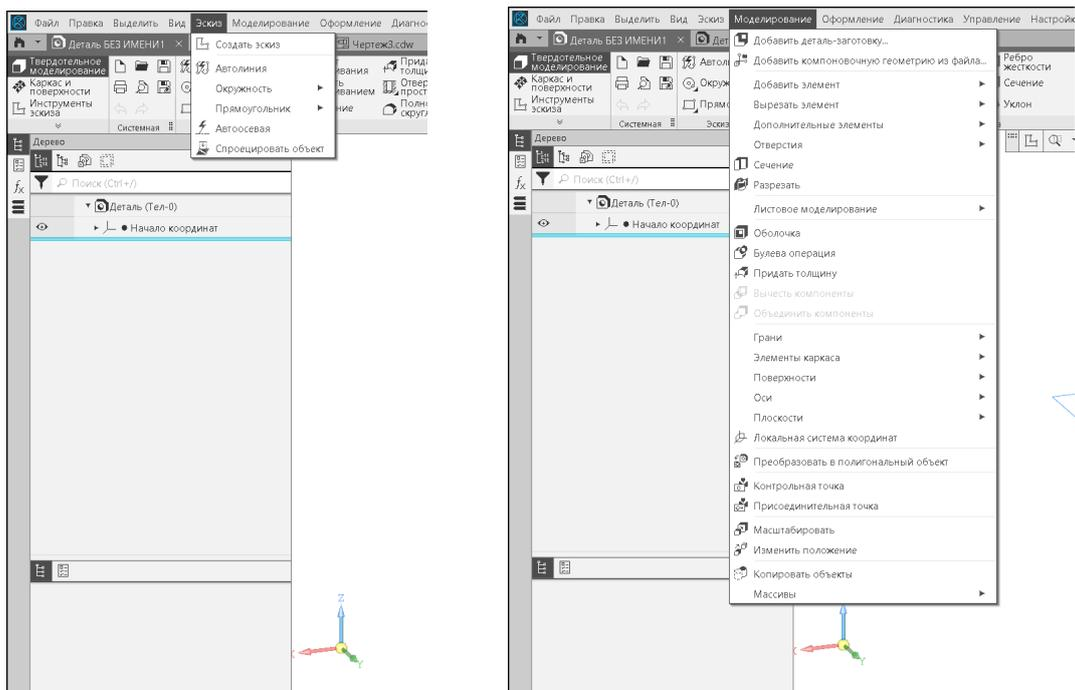

Рисунок 2.3
- Команды необходимые для построения детали находятся в **Главном меню** на закладках **Эскиз** и **Моделирование** (рисунок 2.3). Команды из **Главного меню** дублируются в виде пиктограмм на **Инструментальной панели**.